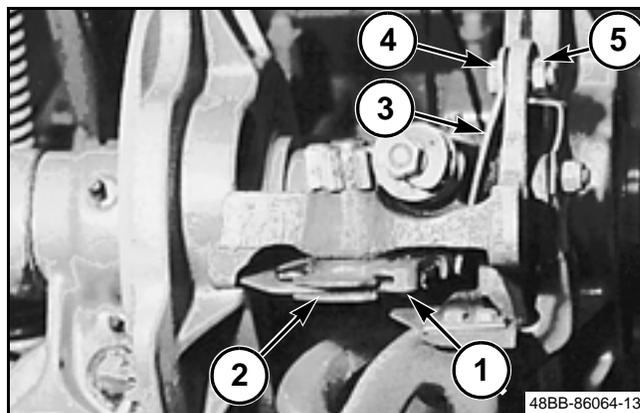

FIG. 64
FIG. 64: El portacordel (1) mantiene al cordel en el disco del cordel (2). Los resortes del portacordel (3) aplican presión al portacordel. Cuando se amarra un nudo, el portacordel permite que el cordel se deslice fuera del disco lo suficiente para hacer el nudo.